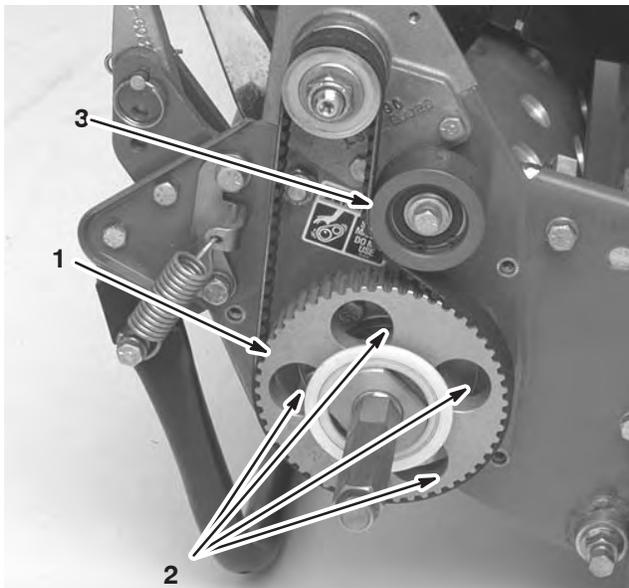

Figure 9
7. Tournez la poulie d'entraînement jusqu'à ce que les trous se trouvent en face des 4 vis à embase du roulement à rouleaux (Fig. 9).
11. Réglez la tension de la courroie et serrez la vis de fixation de la poulie de tension (Fig. 9).